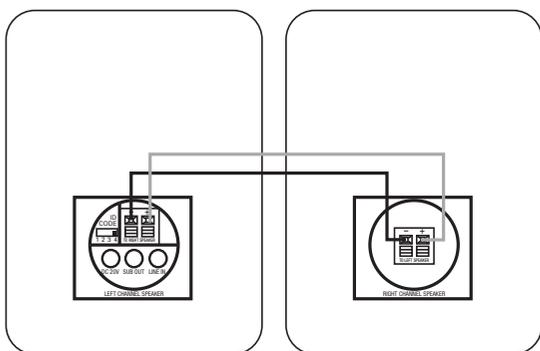

Figura 3.
Vea la Figura 3. Observe que el cable de altavoz suministrado dispone de indicadores de polaridad para ayudar a distinguir los dos conductores. Utilice estos indicadores para asegurarse de conectar el terminal positivo (+) de un altavoz con el terminal positivo (+) del otro, así como el terminal negativo (-) con el negativo (-) del otro. No importa el conductor elegido para interconectar entre sí los terminales positivos (+) o negativos(-).
Paso 3. Conecte el cable de altavoz (incluido) entre los terminales de presión del altavoz activo ⑥ y los terminales de presión de la parte trasera del altavoz pasivo ⑩, tal como muestra la Figura 3. Observe que el cable de altavoz suministrado dispone de indicadores de polaridad para ayudar a distinguir los dos conductores. Utilice estos indicadores para asegurarse de conectar el terminal positivo (+) de un altavoz con el terminal positivo (+) del otro, así como el terminal negativo (-) con el negativo (-) del otro. No importa el conductor elegido para interconectar entre sí los terminales positivos (+) o negativos (-).
Paso 4. Conecte el módulo transmisor ⑫ y el altavoz activo ⑦ en una toma de corriente, utilizando el alimentador y cable de corriente adecuados. Asegúrese de que la antena del transmisor ⑪ está extendida verticalmente.
Paso 5. Asegúrese de que el código ID del transmisor ⑬ coincide con el código ajustado en el altavoz activo ⑤. Consulte la página 8 de este manual si desea más información acerca de los códigos ID. Si es necesario, configure su receptor para activar y ajustar el nivel de las salidas preamplificadas de los canales principales/frontales (consulte el manual de su dispositivo fuente para instrucciones más
Paso 3. Conecte el cable de altavoz (incluido) entre los terminales de presión del altavoz activo ⑥ y los terminales de presión de la parte trasera del altavoz pasivo ⑩, tal como muestra la Figura 3. Observe que el cable de altavoz suministrado dispone de indicadores de polaridad para ayudar a distinguir los dos conductores. Utilice estos indicadores para asegurarse de conectar el terminal positivo (+) de un altavoz con el terminal positivo (+) del otro, así como el terminal negativo (–) con el negativo (–) del otro. No importa el conductor elegido para interconectar entre sí los terminales positivos (+) o negativos (–).